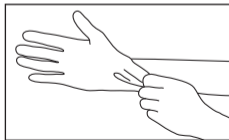

Fig. 6
- 1 Portez toujours des gants, un masque et des lunettes de protection pour des raisons de sécurité et pour réduire le risque d'infection. (Fig. 6)